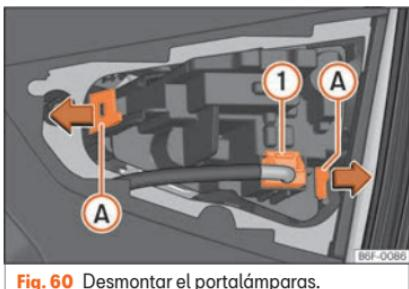

Fig. 60 Desmontar el portalámparas.
- Extraiga el conector de la lámpara **»» fig. 60 1**.